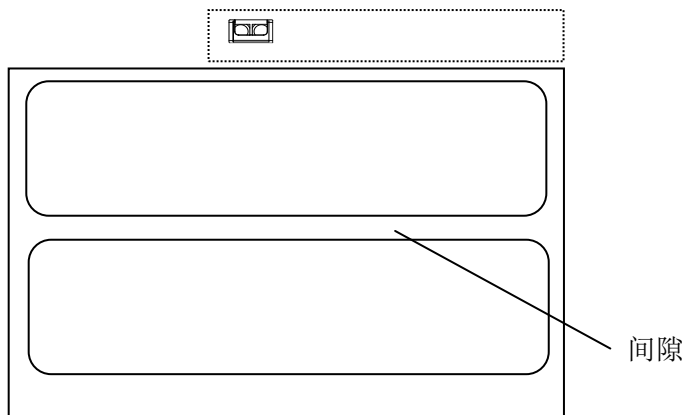
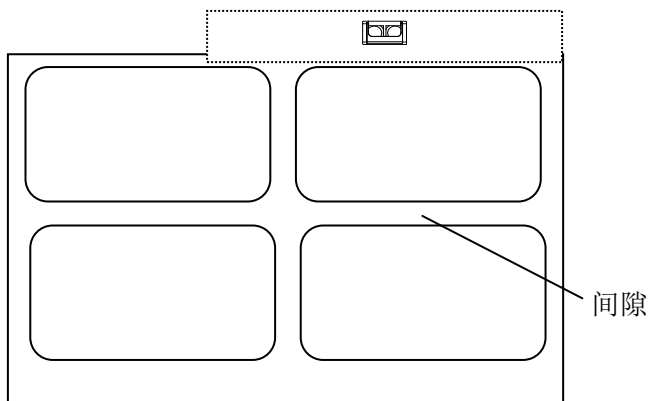

图 10-2
图 10-3
3. 左右拨动纸张探测器到合适位置，请参考图 10-2 和图 10-3 确定探测器的位置。